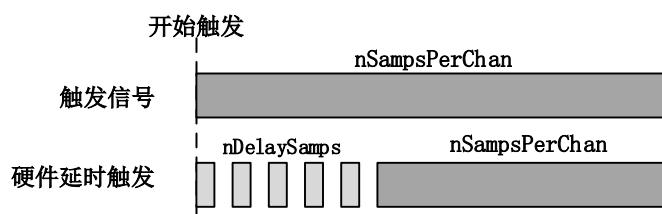

图 7-2-3 AI 硬件延时触发
当延迟点数为 0 时，USB2887_2888_(A) 进行开始触发任务，当延迟点数大于 0 时，USB2887_2888_(A) 进行硬件延时触发任务，延时时间由延迟点数和采样周期的乘积决定。触发方式如图 7-2-3 所示。